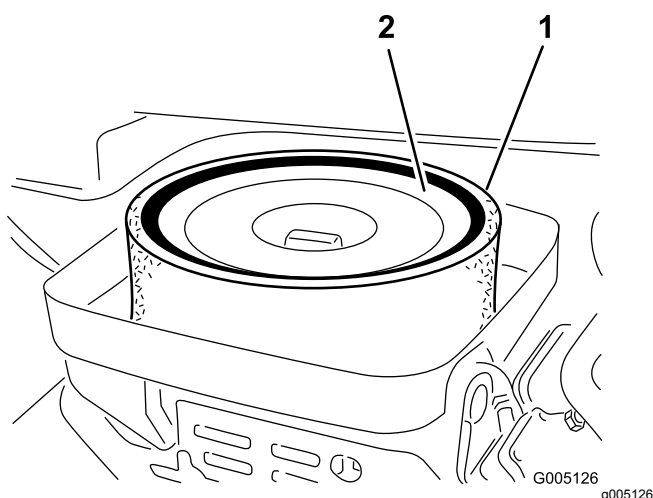

Рисунок 28
3. Снимите барашковую гайку крепления элементов к корпусу воздухоочистителя (**Рисунок 28**).
4. Если элемент из пеноматериала загрязнен, снимите его с бумажного элемента (**Рисунок 28**). Тщательно очистите его следующим образом: